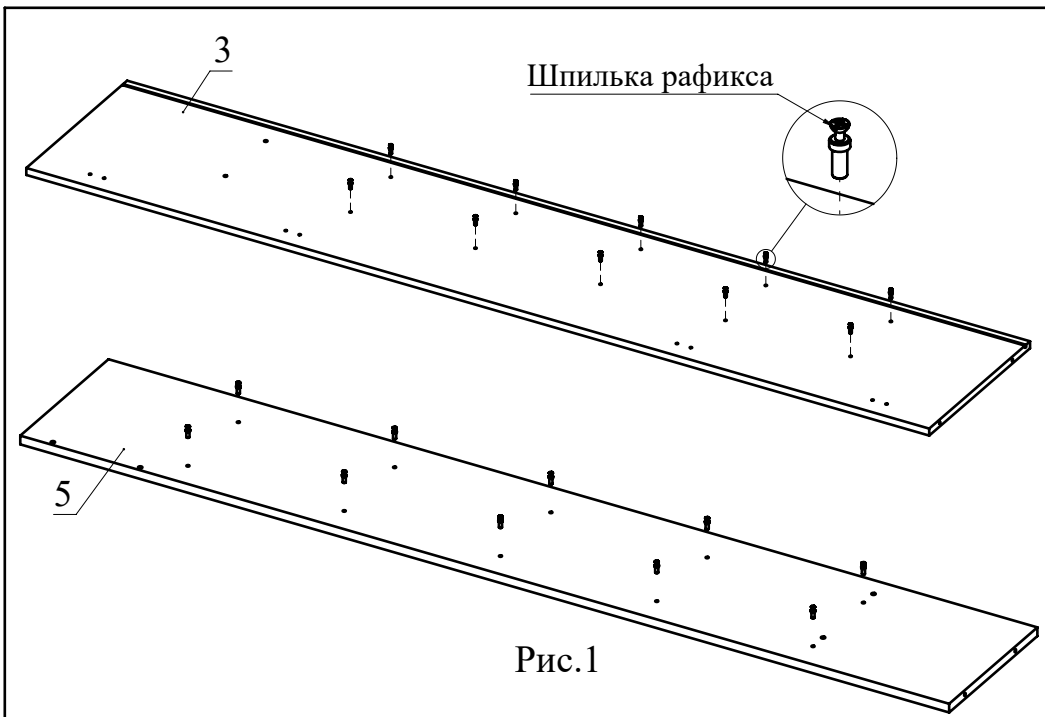

Рис.1
1. Вкрутите шпильки рафиксов в детали 3, 5 (Рис. 1).